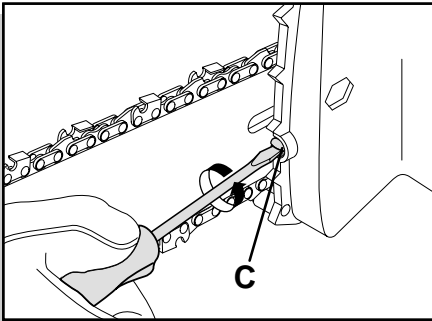

fig. 5
- Riposizionare il carter e con il dado allentato, inserire il cacciavite nella vite tendicatena e procedere alla giusta tensione della catena (fig.5).